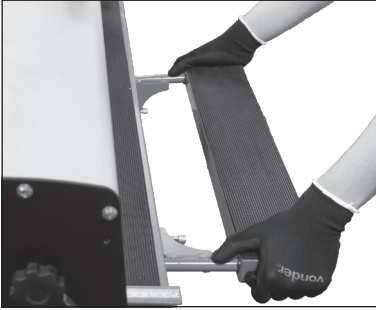

Fig. 3 – Base de apoyo lateral
4. Fije en la máquina la base de apoyo lateral (5). Esto proporciona el uso con cerámica y porcelanato con medidas mayores (Fig. 3);